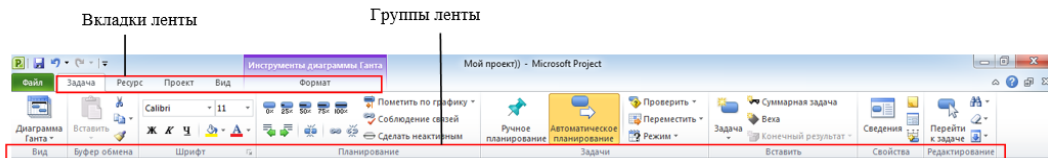

Рис.2. Типовой вид ленты в окне программы
**Вкладки и активная лента.** На вкладках сгруппированы основные области MS Project. Одна вкладка всегда активна и ее лента видна. Лента содержит команды, которые используются для управления элементами планов в Project (рис. 2).